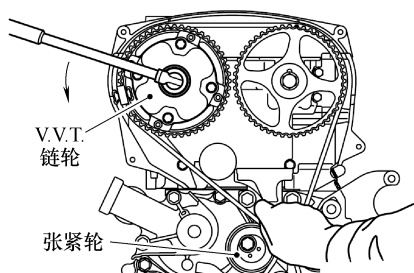

图 4-104 安装正时带
8) 按顺序将正时带安装到张紧轮、机油泵链轮和曲轴链轮上, 如图 4-104 所示。
9) 安装正时带到张紧轮上, 如图 4-104 所示。